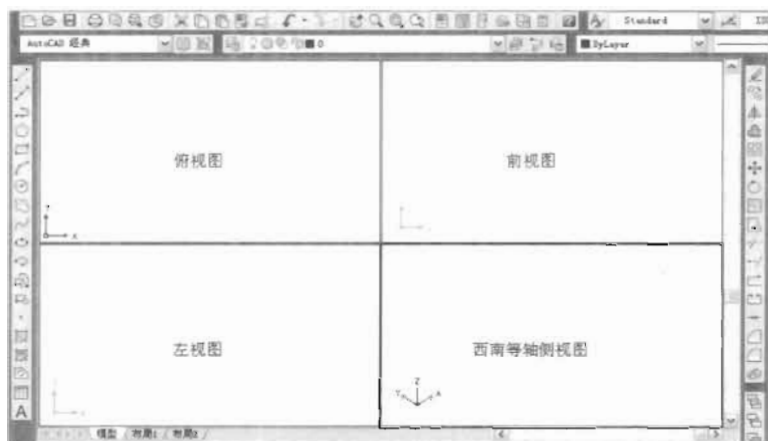

图 12-30
- (2) 选择第 1 个视口,执行“视图>三维视图>俯视图”菜单命令。
- (3) 选择第 2 个视口,执行“视图>三维视图>前视图”菜单命令。
- (4) 选择第 3 个视口,执行“视图>三维视图>左视图”菜单命令。
- (5) 选择第 4 个视口,执行“视图>三维视图>西南等轴测”菜单命令,如图 12-30 所示。